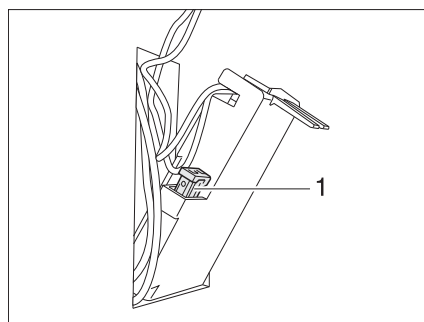

Fig. 160 Fusible del inodoro Thetford
- Cambiar el fusible (Fig. 160,1).